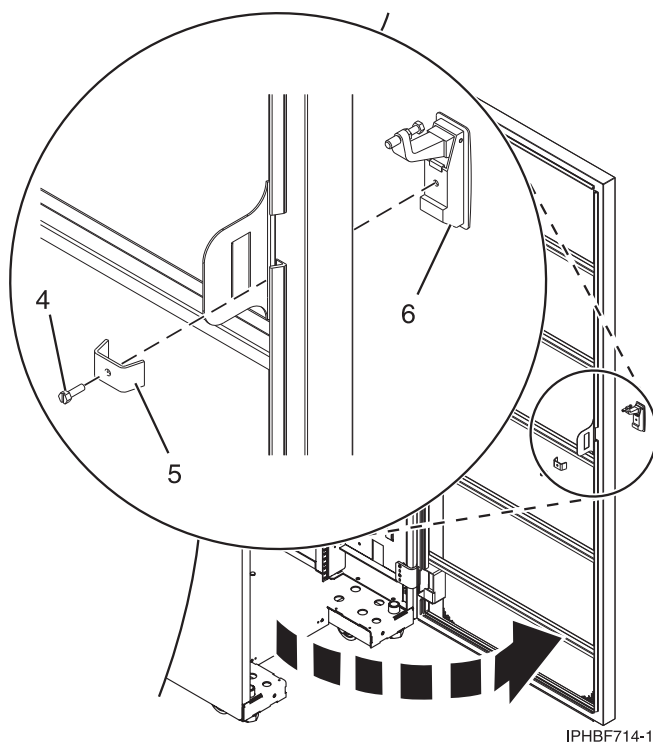

図 26. 既存のドア・ラッチの取り外し
b. ドアの内側で、ロックをラック・ドアに固定しているねじ (図 26 の (4)) を取り外します。
- a. キー付きラック・ロックをドア前面のラッチ・スロットに挿入します (31 ページの図 26 の (6))。
- b. ドアの内側でロック・ブラケット (5) をねじ (4) を使って取り付け、ロックを固定します。